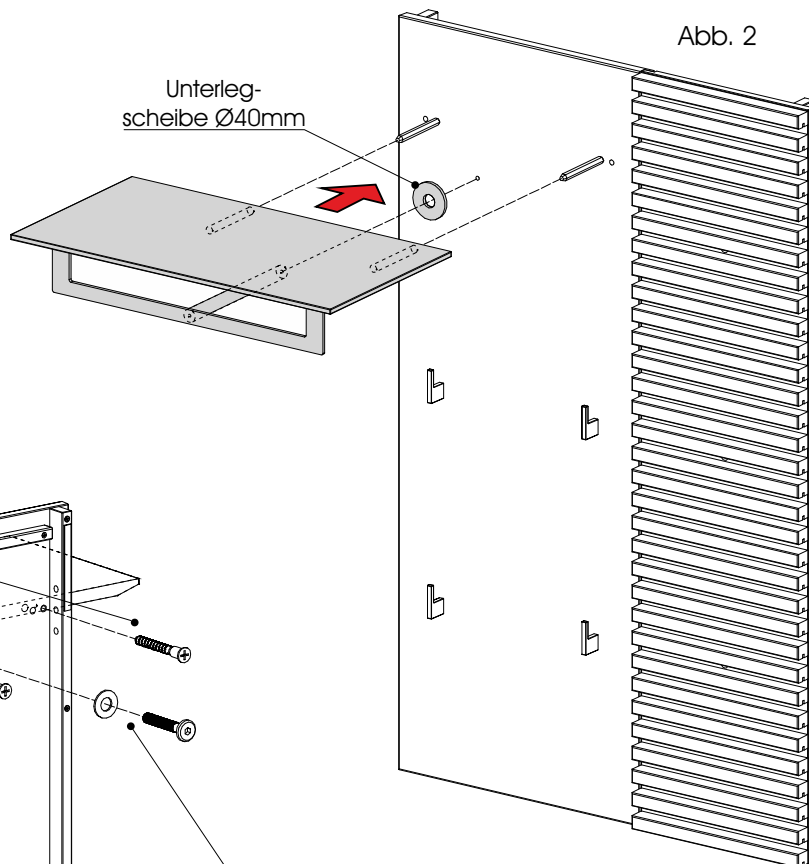

Abb. 2
1. Die Rückwandschraube $\text{Ø}4 \times 25 \text{ mm}$ lösen (Abb. 2).
2. Schieben Sie den Boden auf die Sechskantbolzen und legen die Ø40mm Unterlegscheibe zwischen Garderobenstange und Paneel-Rückwand (Abb. 2)